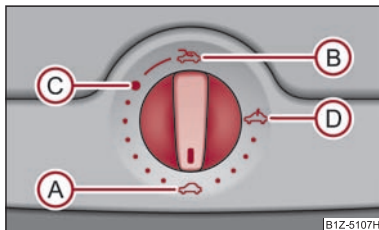

Fig. 35 Imagine din plafon: Comutator rotativ pentru trapa/plafonul glisant electric
Trapa/plafonul glisant se poate deschide și închide când contactul este pus, de la comutatorul rotativ ⇒ fig. 35. Comutatorul rotativ are mai multe poziții.
- Rotii comutatorului în poziția (C) ⇒ fig. 35.
- Rotii comutatorului în poziția (A) ⇒ fig. 35.
Trapa/Plafonul glisant este prevăzut cu protecție la suprasolicitare. Când închiderea este blocată de un obstacol (de exemplu gheaa), trapa se oprește și se deschide complet. Puteți închide trapa/plafonul glisant fără activarea protecției la suprasolicitare apăsând comutatorul în poziția (A) ⇒ fig. 35 în față, până când trapa/plafonul glisant se închide complet ⇒ ⚠.
După fiecare acționare de urgență (cu cheia hexagonală) trapa trebuie adusă în poziția de bază. De aceea trebuie să amplasai comutatorul în poziția (A) ⇒ pagina 46, fig. 35 și să îl apăsai cca. 10 secunde. ■